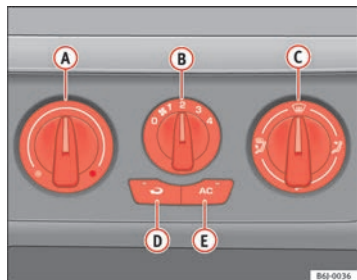

Abb. 93 In der Instrumententafel: Bedienelemente der Heizung
- Mit den Reglern ⇒ Abb. 93 **A** und **C** und mit dem Schalter **B** stellen Sie die Temperatur, die Luftverteilung und die Gebläsestufen ein.